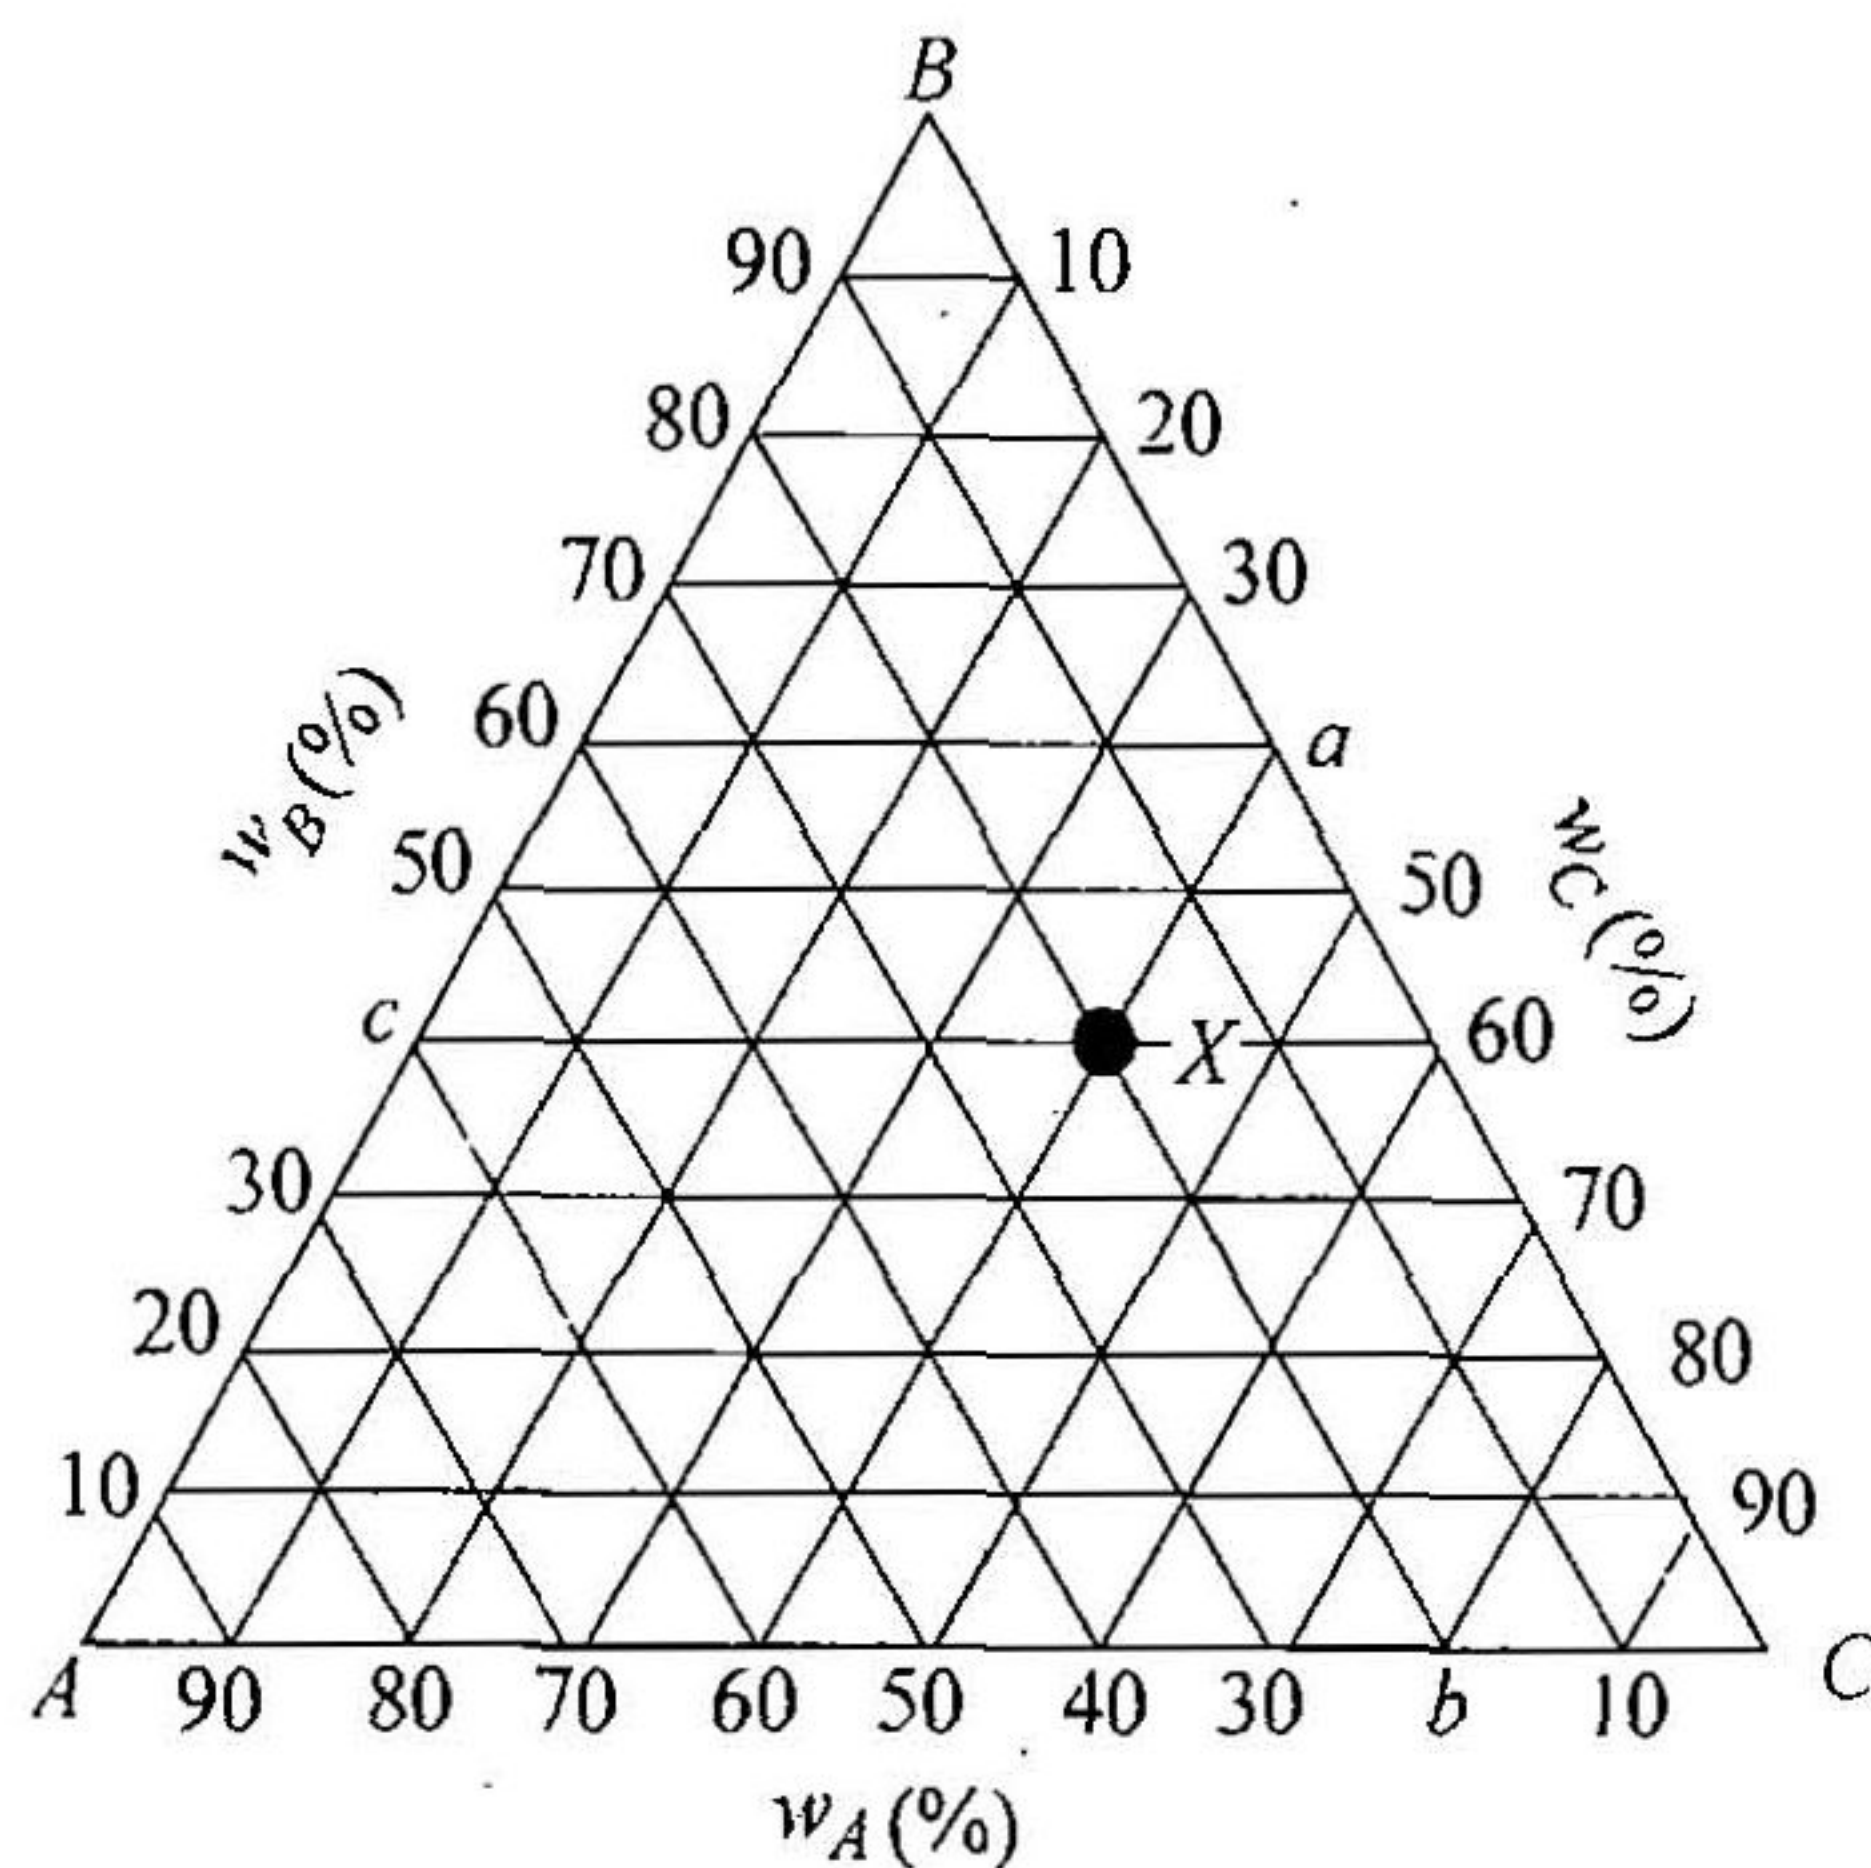

图 18-2 第一题第 6 小题图
6. 图 18-2 是 $A-B-C$ 三元系成分三角形的一部分, 其中 X 合金的成分是 (30)。